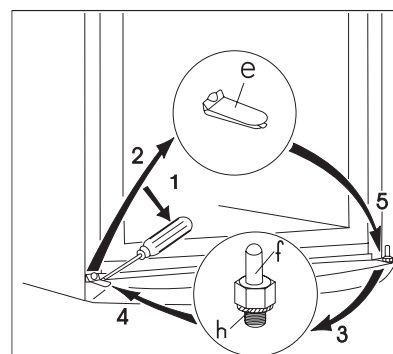

рис. 4.
- С помощью отвертки вытащите вставку (e) нижней вентиляционной решетки (Рис. 4).
- Вывинтите нижнюю дверную петлю (h, f) морозильного отделения и снова привинтите её на другую сторону. При этом не забудьте поставить подкладную шайбу (h) (рис. 4).
- Установите дверь морозильного отделения на нижнюю дверную петлю (f) (рис. 4).